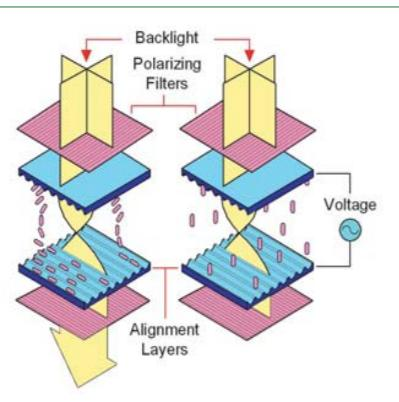

图 1. 液晶显示器的显示单元示意图。
**在** 液晶显示器背后的电子电路和阴极射线管所用的电子电路是很不一样的。在阴极射线管的后部，有三个电子枪，电子枪产生的电子束射到显示器前部的一种材料上，这种材料便发光。但是，不论是老式的双扫描扭曲（DSTN）型液晶显示器还是图像质量很高的薄膜晶体管（TFT）液晶显示器，都属于透射技术。如图 1 所示，在液晶显示器中，当光强固定的白色“背光”穿过有源滤光器时，改变了背光的数量，从而进行显示。